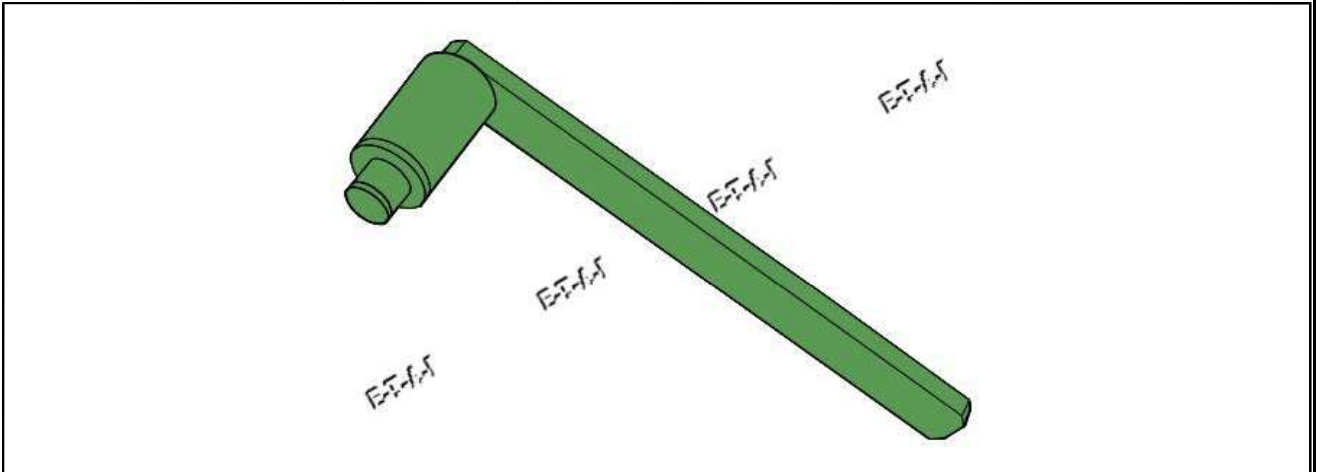

Fig.6
- Outil de blocage du volant moteur : (0197-N; EN-52588)Fig.6